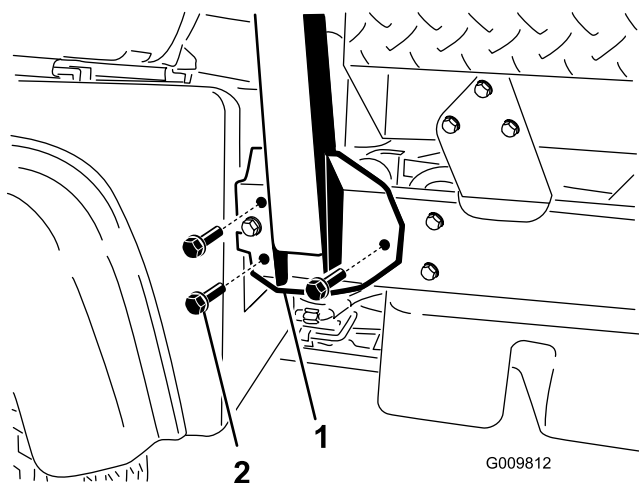

Figura 4
2. Alinee cada lado de la barra antivuelco con los taladros de montaje de cada lado del bastidor de la máquina (Figura 4).
3. Sujete el soporte de montaje de la barra antivuelco al bastidor de la máquina usando 3 pernos con arandela prensada ($\frac{1}{2}$ " x $1\frac{1}{4}$ ") en cada lado (Figura 4).